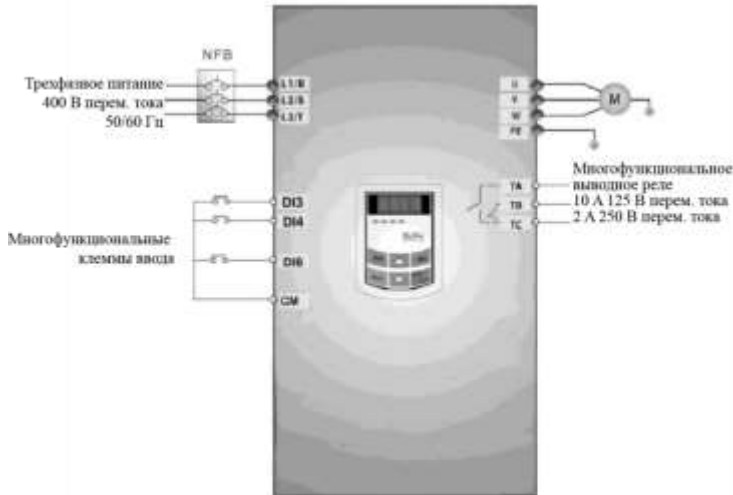

Рис. 5-2 Электропроводка 2
- (1) Подключите провода, как показано на Рис. 5-2. После проверки электропроводки, включите питание инвертора.